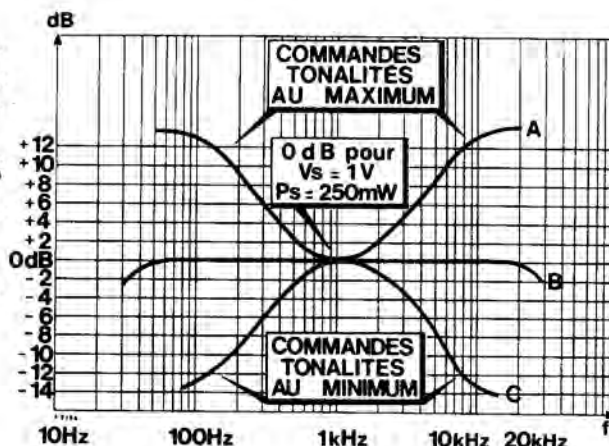

Fig. 5
- Les rapports de  $V_s$  en fonction de la fréquence, à la tension  $V_s$  pour  $f = 1$  kHz sont donnés à la figure 5 ci-dessous (courbe B).
- Les rapports de  $V_s$  en fonction de la fréquence, à la tension  $V_s$  pour  $f = 1$  kHz sont donnés à la figure 5 (courbes A et C).